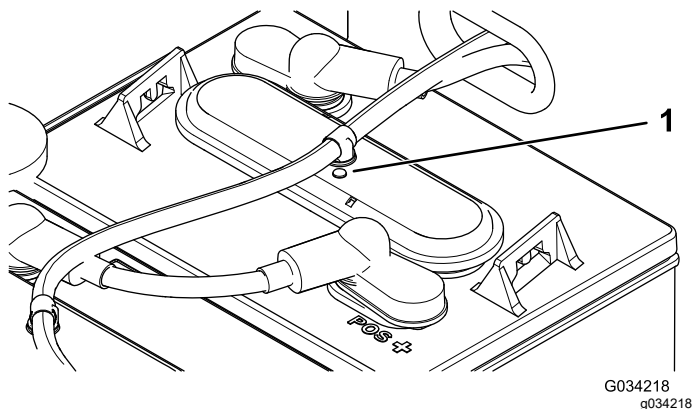

Рисунок 37
3. Проверьте смотровые отверстия на каждой аккумуляторной батарее, чтобы определить их цвет (черный или белый) (Рисунок 37).